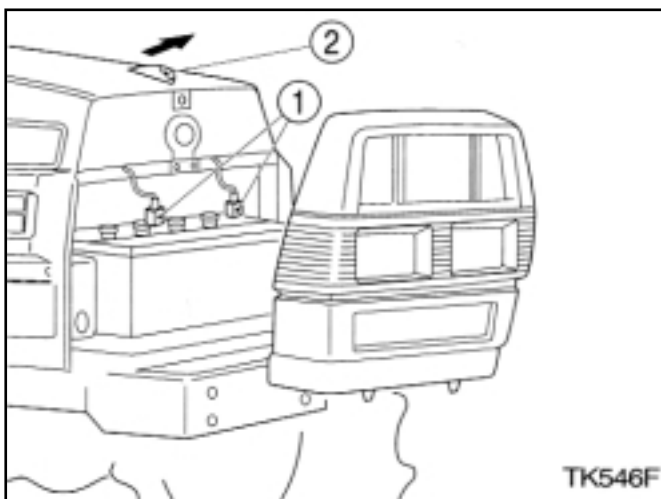

FIG. 96 / ABB. 96 / FIG. 96
Dépose de la grille frontale - tournez le loquet (2) dans la Fig. 96 d'un quart de tour dans le sens contraire des aiguilles d'une montre. Faites basculer le dessus de la grille vers l'avant et déconnectez les accouplements des câbles des feux (1). Soulevez la grille pour en désengager les crochets inférieurs et enlevez-la du tracteur.
Ausbau des Frontgrills - den Riegel (2) in Abb.96 um 90° gegen den Uhrzeigersinn drehen. Den Frontgrill nach vorn kippen und die Scheinwerfer-Steckverbinder (1) abklemmen. Den Grill anheben, um die unteren Haken auszuhängen, und vom Traktor abnehmen.
Om de grille te verwijderen draait u de hendel (2) in Fig. 96 een kwartdraai naar links. Kantel de bovenkant van de grille naar buiten en maak de connectoren voor de bedrading van de koplampen (1) los. Til de grille op om de onderste haken los te maken en neem de grille van de tractor.